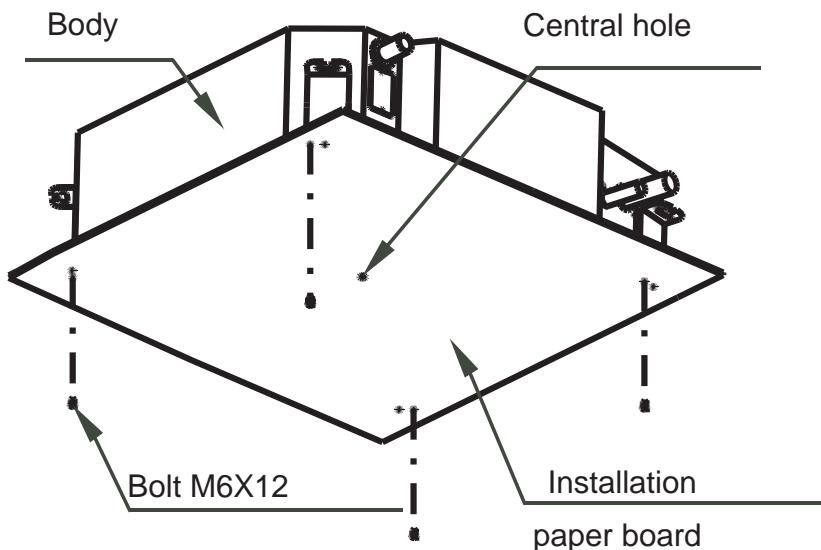
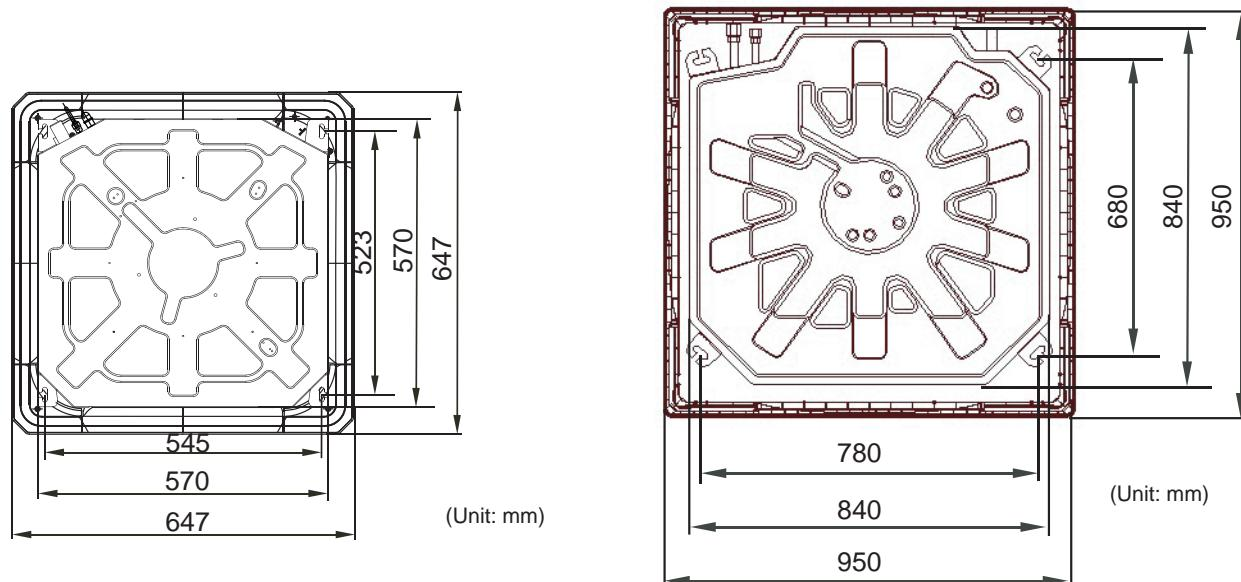

Fig.6
Fig.7
- Utilice la plantilla de instalación (provista con el panel) para determinar la posición del bulón de suspensión. En la Fig. 6 y la Fig. 7 se indica la relación de dimensiones.